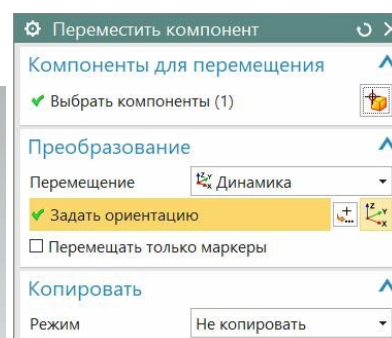
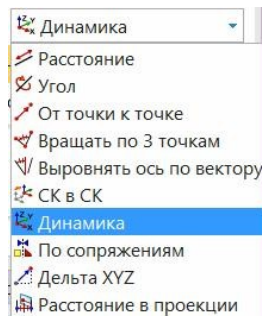

рис.20
Рис.21
- Но как ориентировать включаемую деталь? А одновременно с появлением включаемой детали, рядом появляется диалоговое окно «**Переместить компонент**» (рис.20). Это диалоговое окно предлагает разнообразные инструменты приближенного и точного перемещения только что включенной детали (рис.21).